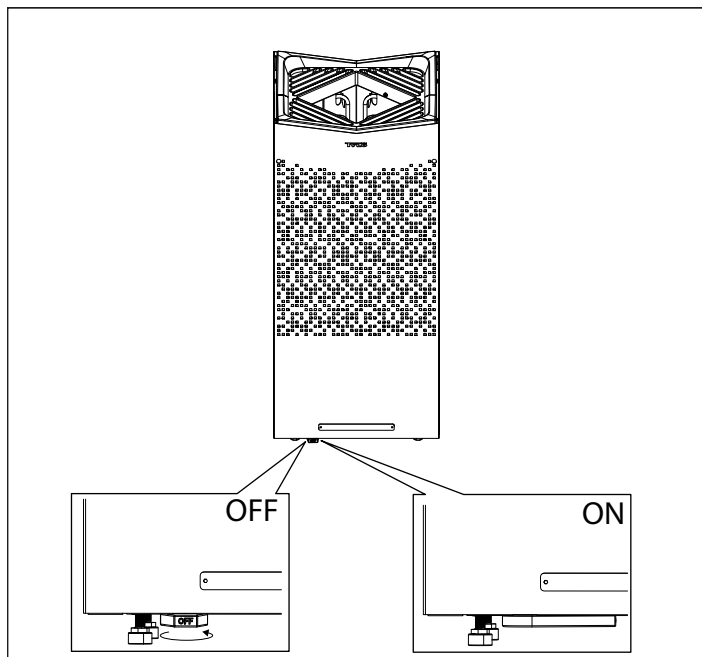

Fig. 18: ON / OFF
2. Slå på brytaren längst ned på aggregatet, se fig 18.